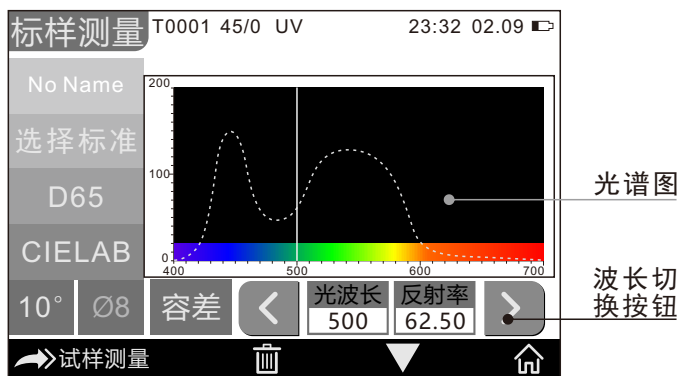

图11 标样反射率光谱图界面
(13) 翻页：点击“”，当前数据将在数据显示区、光谱显示区、颜色指数显示区之间快速切换。
(14) 主菜单：点击“”，当前测量界面跳转到主菜单界面。
(15) 波长切换按钮：点击“”或“”按钮，当前测试样品光波长和反射率以间隔10nm的频度进行切换，如图11所示。